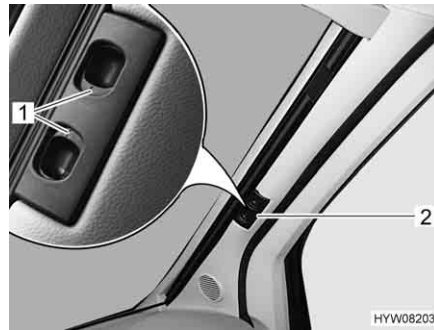

Fig. 21 Tendina oscurante pieghevole per il parabrezza
- Spingere verso l'esterno le due metà della tendina oscurante pieghevole del parabrezza per la maniglia (Fig. 21,2) fino all'arresto. Durante questa operazione spostare orizzontalmente la maniglia verso la rientranza di bloccaggio.
- Fare innestare le maniglie di sbloccaggio (Fig. 21,1).